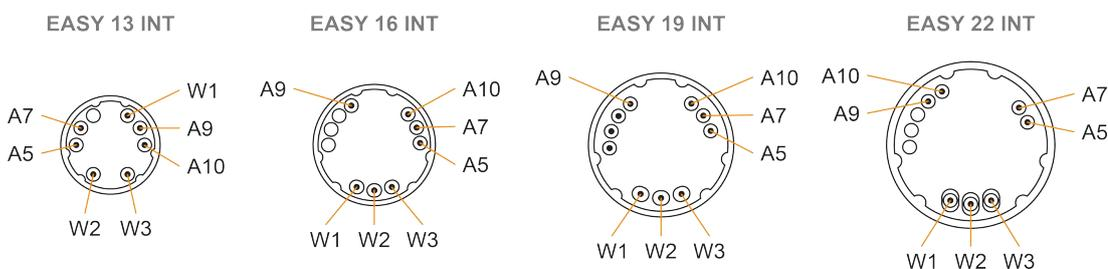

Abbildung 16 ENX 13 | 16 | 19 | 22 EASY INT Absolute – Anschlusspins
- Absolutencoder und Motor mit Pins (→Abbildung 16)